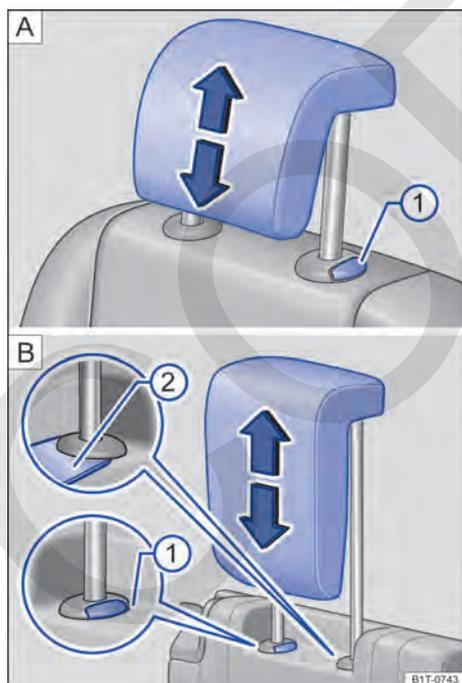

Fig. 93 Desmontaje de los apoyacabezas traseros: **A** Segunda fila de asientos, **B** tercera fila de asientos.
- Extraiga el apoyacabezas completamente a la vez que presiona la tecla **A** → fig. 93 .